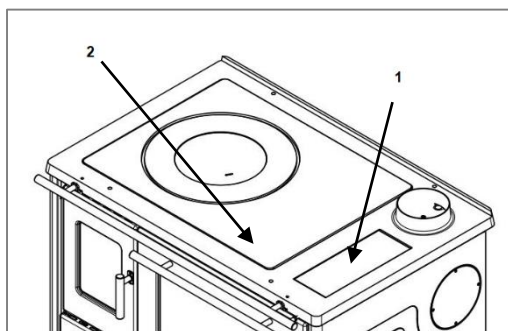

Figura 8
- Extraer las encimeras 1 y 2 (**vea figura 8**).